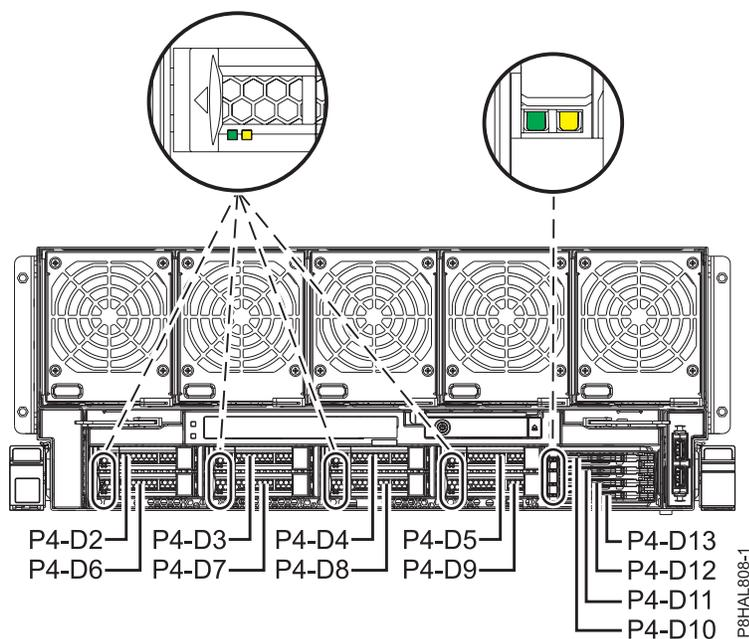

Figure 10. Emplacements des unités de disque et des unités SSD et voyants d'activité du système
2. Déterminez l'emplacement dans lequel vous souhaitez installer une unité de disque ou une unité SSD. Les emplacements de l'unité de disque et de l'unité SSD sont situés à l'avant d'un système. La figure 10, à la page 19 illustre les emplacements des unités de disque et des unités SSD ainsi que les voyants d'activité. Les voyants d'activité sont situés au-dessus de la poignée de verrouillage des unités de disque.